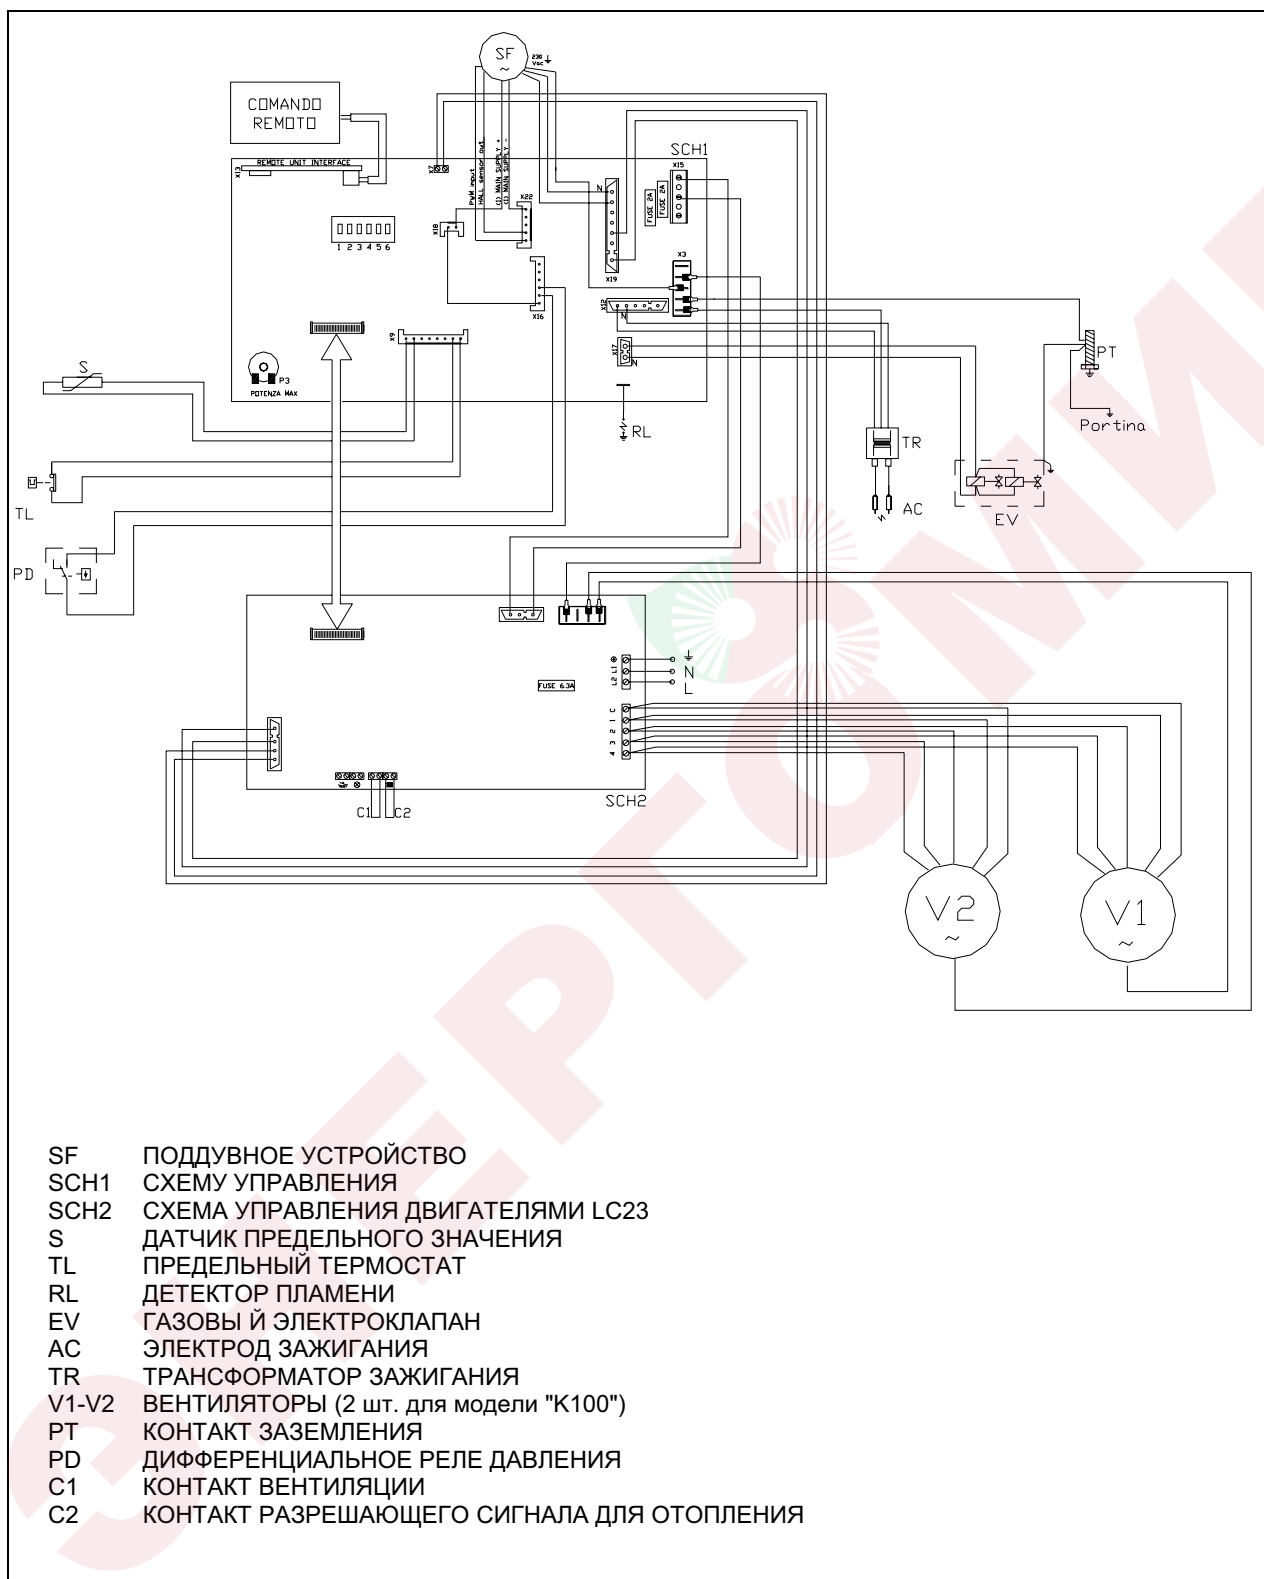

Рисунок 31 – Монтажная электрическая схема для устройств серии К
2. Выполнить электрические соединения по монтажной электрической схеме. (смотри Рисунок 31 на странице 58), используя провод типа H05 VVF 3x1,5 мм² с максимальным наружным диаметром 8,4 мм.
Сигнализация о сбоях в работе может выполняться также на расстоянии; для этого следует подсоединить к зажимам J9 схемы LC23 светодиод (выход 230 В – 50 Гц, смотри схему на Рисунок 31).
Дистанционно можно также выполнять разблокировку. Для этого необходимо подсоединить кнопку к зажимам J11 схемы LC23 (выход 230 В – 50 Гц, смотри схему на Рисунок 31).